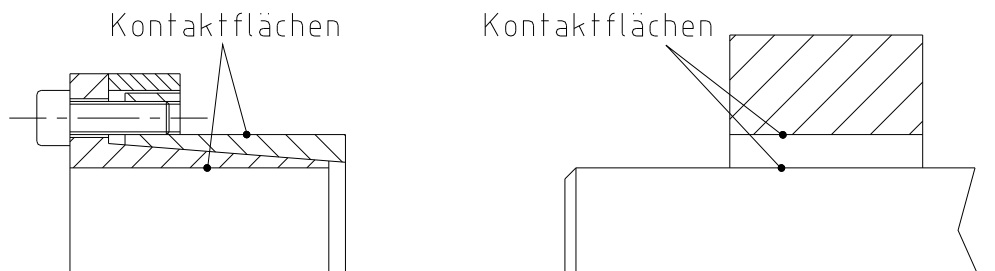

Bild 3: Reinigen der Kontaktflächen
- Kontaktflächen des Spannsatzes sowie der Welle und Nabe reinigen (siehe Bild 3) und anschließend dünnflüssiges Öl leicht auftragen (z. B. Ballistol Universal Öl oder Klüber Quietsch-Ex).